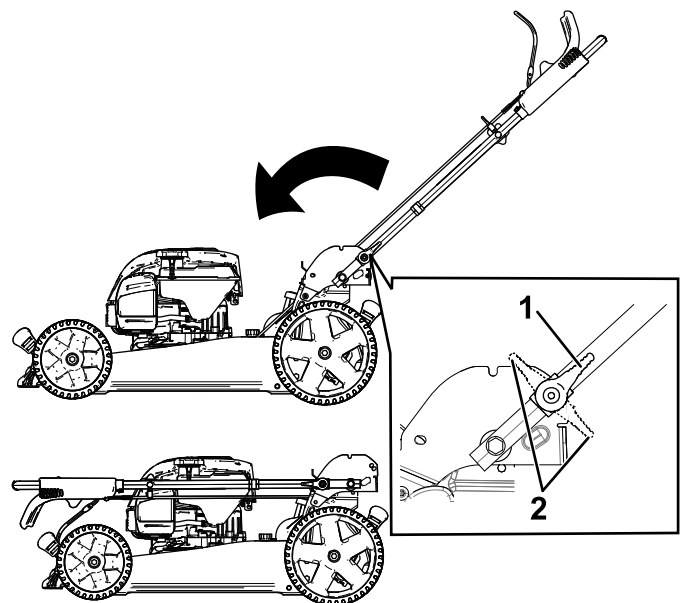

Bild 22
3. Lösen Sie die Holmarretierung (Bild 22).
4. Klappen Sie den Holm ganz nach vorne (Bild 22).